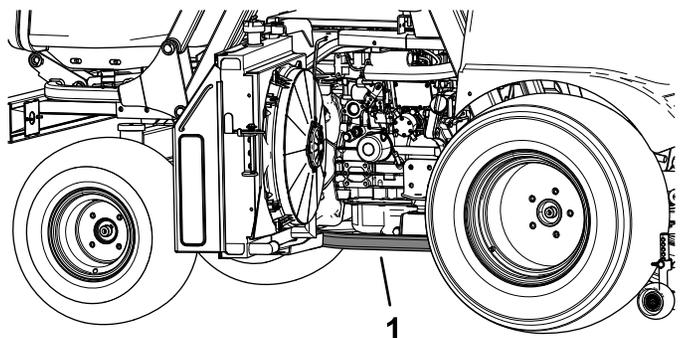
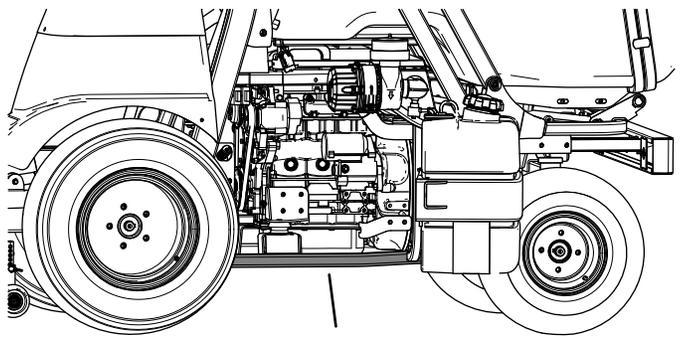

Figura 38
Figura 39
2. Coloque um apoio sob o tubo da estrutura (**Figura 38** e **Figura 39**), diretamente sob o tubo do ROPS ou o mais perto possível.